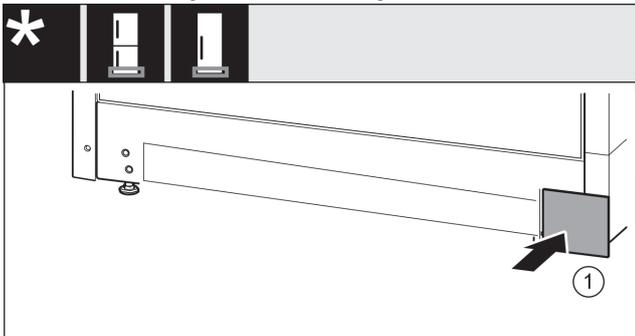

Fig. 22
- ▶ Снова установите крышку Fig. 22 (1) с другой стороны.